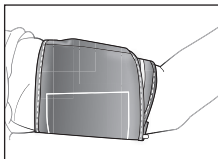

Fig. 6
6. El manguito debe ajustarse cómodamente al brazo, Fig. 6. Debe poder introducir fácilmente un dedo entre el brazo y el manguito.